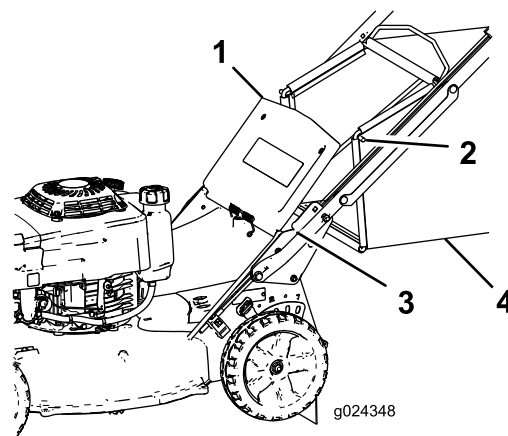

Figura 18
2. Erga e segure a porta traseira (Figura 18).
4. Instale as extremidades da barra do saco nas ranhuras na base da pega e abane o saco para a frente e para trás para assegurar que as extremidades estão encaixadas na parte inferior de ambas as ranhuras (Figura 18).
3. Retire a barra do saco de relva das ranhuras na base da pega (Figura 18).